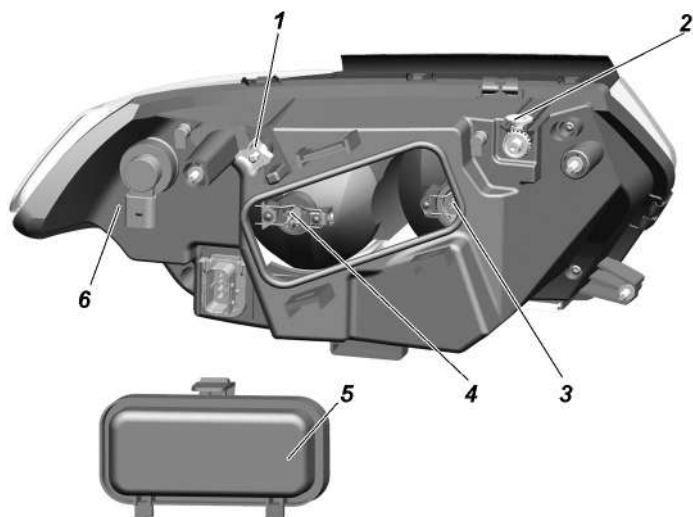

Рис. 9.39. Фара:
3. Включите ближний свет фар и, поочередно закрывая каждую фару, вращением регулировочного винта 1 (рис. 9.39) и регулировочной шестерни 2 добейтесь, чтобы светотеневая граница слева от точек E и E' совпала с линией 1, а справа – с линиями 2 и 2' для левой и правой фар соответственно. Точки перелома светотеневой границы должны совпадать с точками E и E'.
**Замена ламп фар.** Для замены лампы указателей поворота снимите колодку с патрона 6 ( рис. 9.39), поверните патрон по часовой стрелке (для правой фары) или против часовой стрелки (для левой фары) и выньте патрон в сборе с лампой.